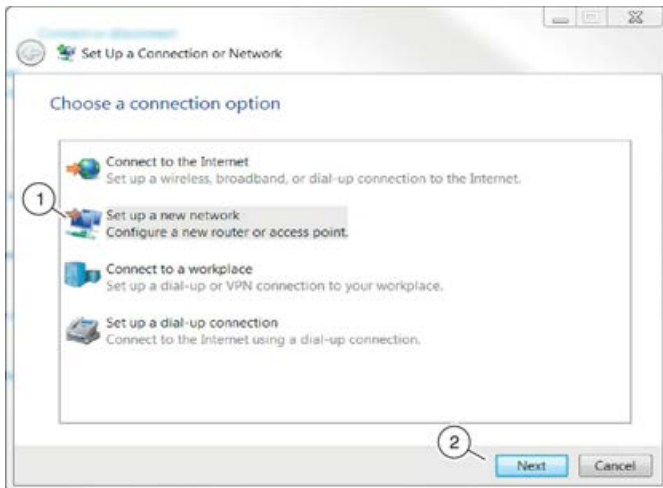

Fig. 40: Creación de una nueva red
3. ▶ Seleccione «Configurar una nueva red» (Fig. 40 /1), luego haga clic en «Siguiente» (Fig. 40 /2).